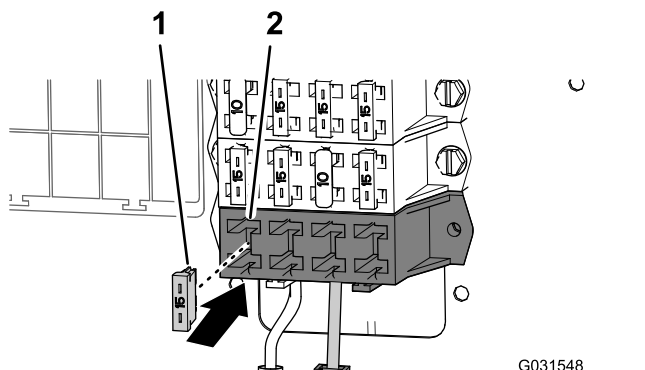

Figure 207
2. Insérez le fusible de 15 A dans l'emplacement que vous avez localisé dans le porte-fusibles auxiliaire (Figure 207).